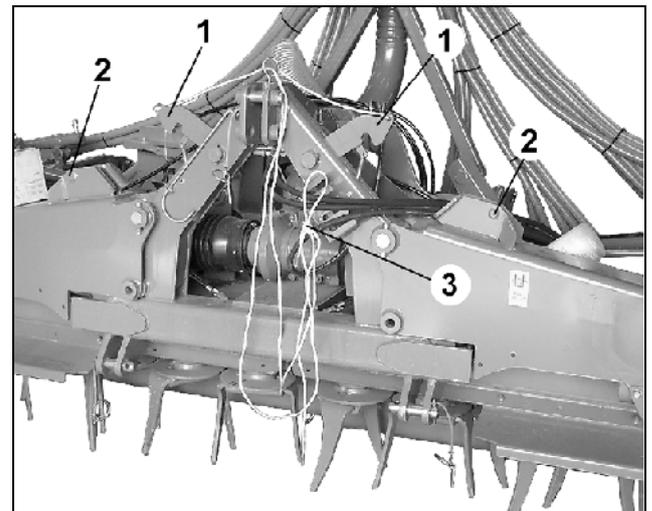

Fig. 110
- Dépliez la machine, auparavant desserrez le verrouillage en utilisant le câble depuis la cabine du tracteur (Fig. 110/3).